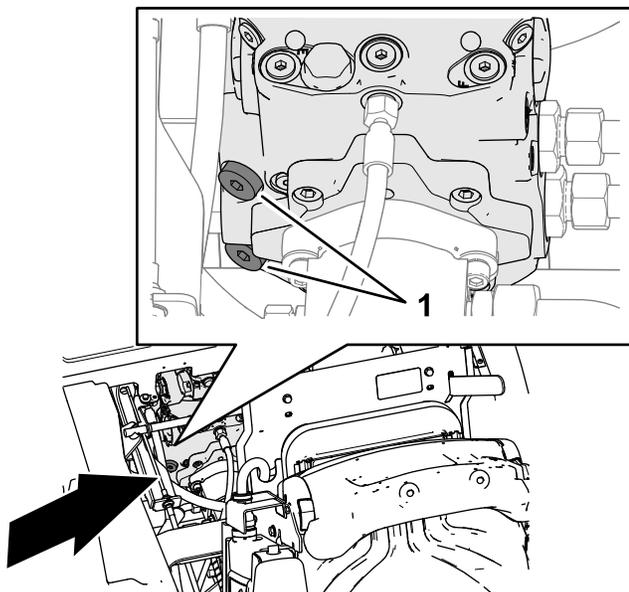

Figura 37
1. Utilizzate una chiave esagonale da 8 mm per ruotare di 3 giri completi in senso antiorario i 2 tappi a testa incassata per le valvole di sfogo della pompa della trasmissione (Figura 37).